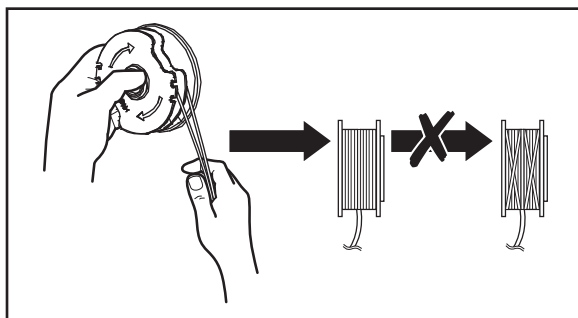

Fig. 26
7. Enrolle todos los hilos de corte firmemente alrededor de la bobina de corte (12c) en el sentido de las flechas de la bobina de corte (12c) (Fig. 26).